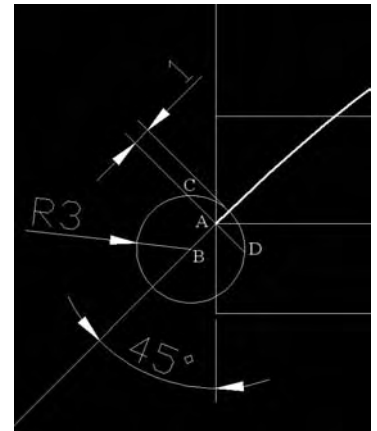

Fig.4.27
- 3 Pour le support de la lame du rasoir, tracez un cercle de rayon de 3mm et avec le centre (point B) situé à 2 mm de l'extrémité de la spline (point A) (fig.4.27).